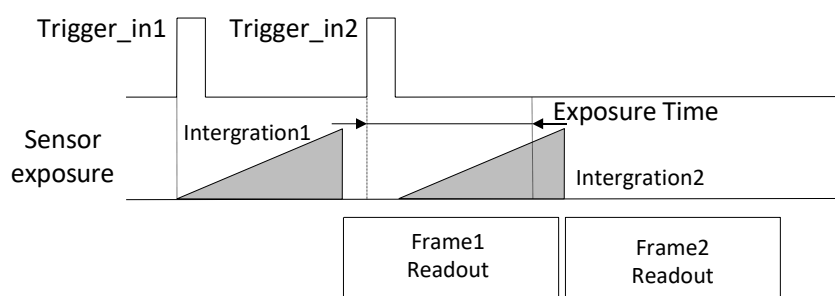

图3-43 第2帧曝光移动处理时序
- 若第2个触发信号第1帧图像的曝光结束时间早于设备当前第1个触发信号最后1帧出图时间，则设备内部会做处理，将第2个触发信号第1帧图像的曝光开始时间推迟，确保第2个触发信号第1帧图像的曝光结束时间不早于第1个触发信号最后1帧的出图时间，如图3-43所示。